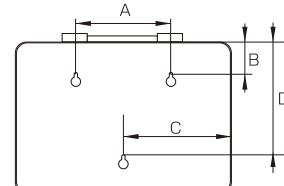

図1
①図1を参考にして、壁面に木ネジの取り付け位置（上部2箇所）の印を付けてください。
②壁面の印に木ネジを取り付けてください。